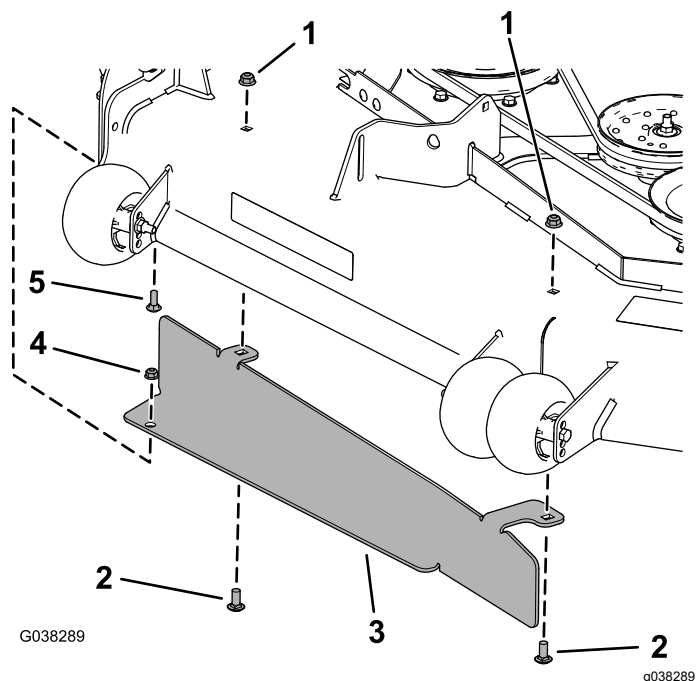

Figura 35
2. Montate il deflettore utilizzando il bullone a testa tonda (5/16" x 7/8"), il dado flangiato (5/16"), 2 bulloni a testa tonda (3/8" x 7/8") e 2 dadi flangiati (3/8"), come illustrato nella Figura 35.